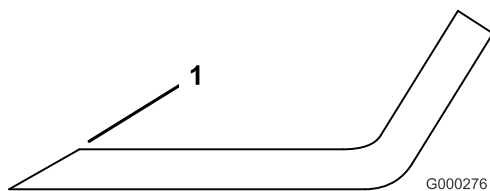

Bild 83
1. Schärfen Sie die Schnittkante an beiden Enden des Schnittmessers mit einer Feile (Bild 83). Behalten Sie den ursprünglichen Winkel bei. Das Schnittmesser behält seine Auswuchtung bei, wenn von beiden Schnittkanten die gleiche Materialmenge entfernt wird.